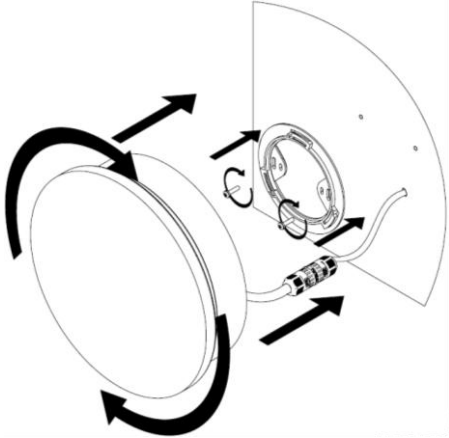

Рисунок 2. Установка светильника.
- 5.2. Установите крепление светильника на поверхности (см. рисунок 2).
- 5.4. Установите светильник на крепление (см. рисунок 2).